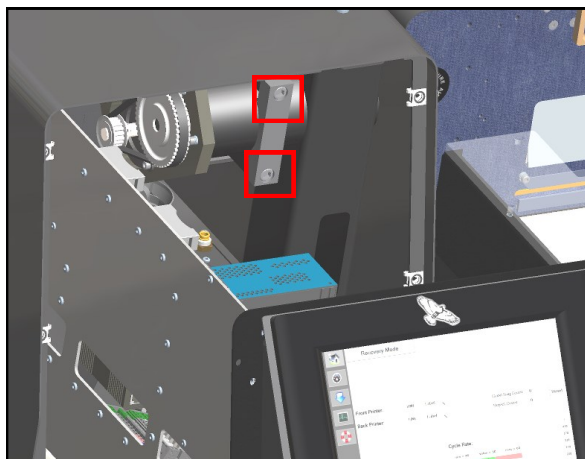

Abb. 2-8A. Kopfdrehungsschrauben.
3. Fassen Sie den Griff an der Unterseite des Bedienfelds und ziehen Sie dieses heraus, so dass die Drehungseinstellschrauben frei werden **Abb. 2-8A**.